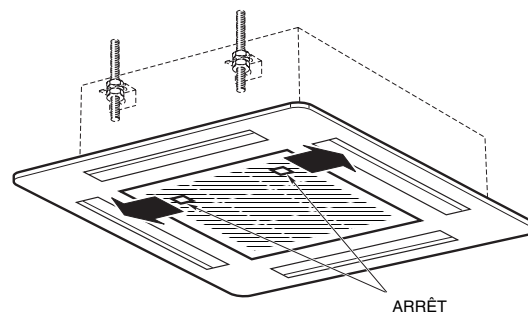

Fig. 18
2. Fermer la grille d'aspiration et faire coulisser vers l'extérieur les 2 butées. (fig.18)